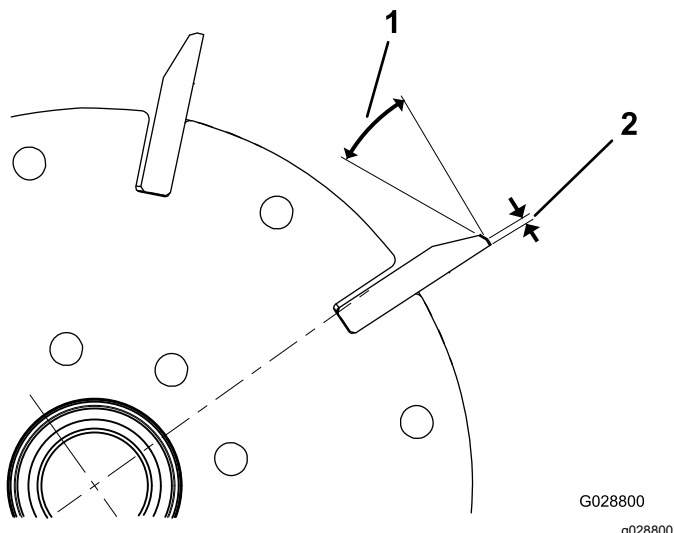
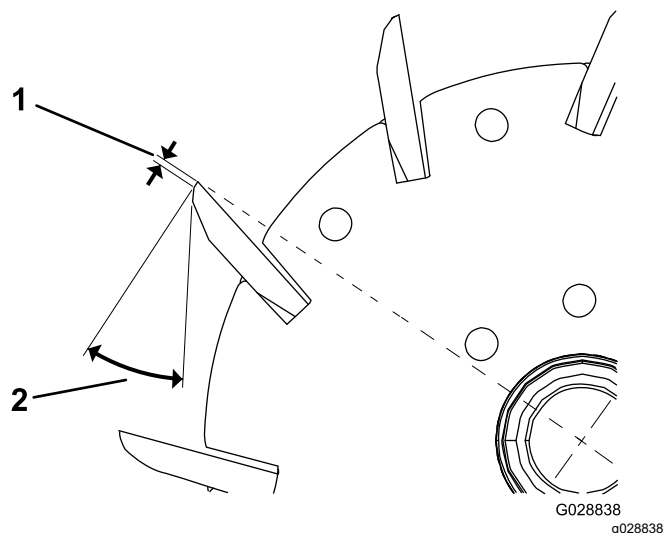

Figura 34
Figura 35
1. Applicate una rettifica di 30° su tutte le lame del cilindro in modo da ottenere una larghezza a terra di 1,3 mm (Figura 34 e Figura 35).